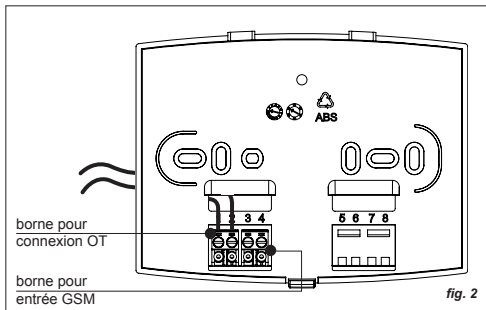

fig. 2
2. Effectuer les branchements électriques en utilisant 2 fils, non polarisés de section $0,5 \text{ mm}^2 + 1,5 \text{ mm}^2$ (fig. 2).